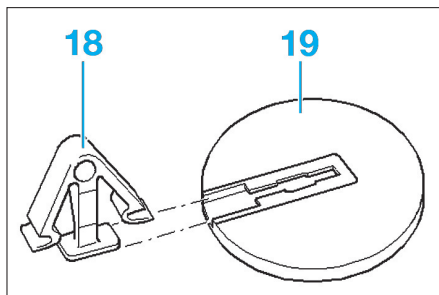
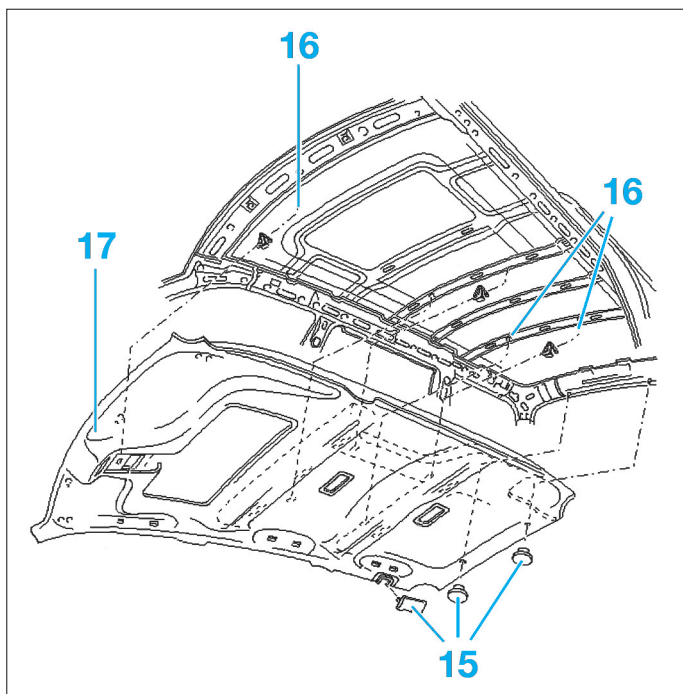

Fig. 31
Fig. 30
- Déposer les obturateurs (5) (Fig.30).
- Dégraffer la garniture de pavillon (17) en (16).
- Sur l'arceau arrière du pavillon, déposer les agrafes (18) en tournant d'un quart de tour (Fig.31).